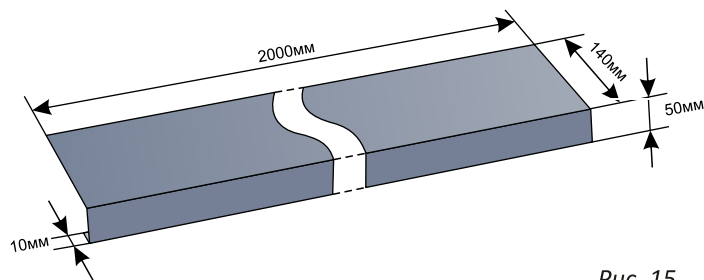

Рис. 15
- Поверх подкладочного ковра на краях карниза всегда устанавливается металлическая карнизная планка (рис.15);